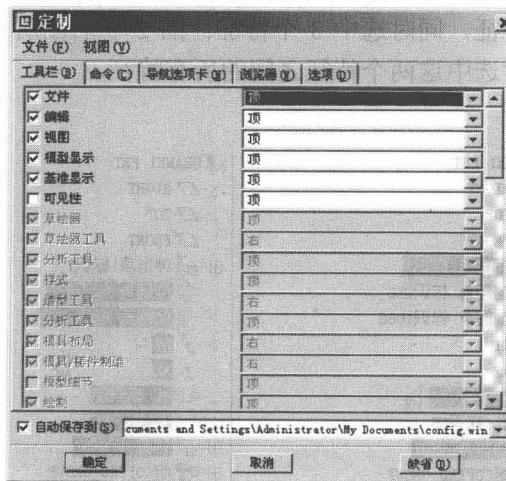

图 2-9
- 单击【定制】对话框中的【工具栏】标签，显示图 2-9 所示的【工具栏】选项卡，在该选项卡中设定菜单或按钮在窗口的放置位置。